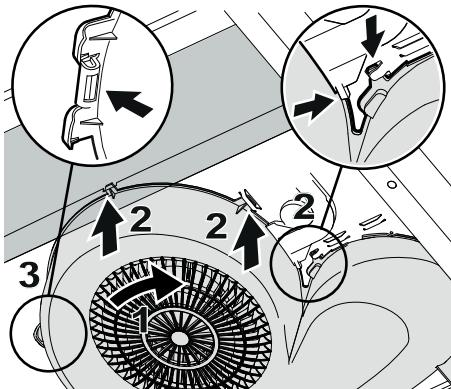

Fig.8
Se till att alla snäppen passar mot spisfläktens flikar. Vrid in fläkthuset (1) i flikarna (2). Tryck tillbaka fläkthusets snäppa i fliken (3).Fig.8